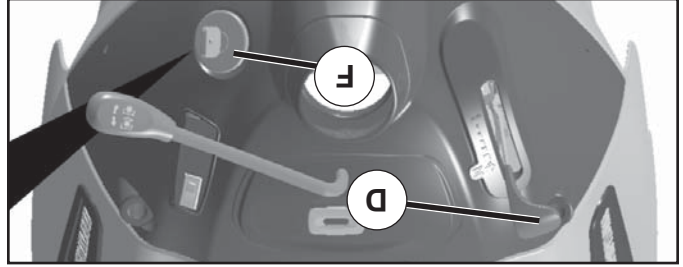

Fig. 7
- Placez la commande des gaz en position (D) intermédiaire (entre rapide et lent).
- Tournez la clé de contact à la position coupée (F) STOP et enlevez-la. Enlevez toujours la clé de contact quand vous quittez le tracteur pour empêcher l'emploi non autorisé.
### POUR UTILISER LA COMMANDE DES GAZ (D) (Voir la Fig. 7)